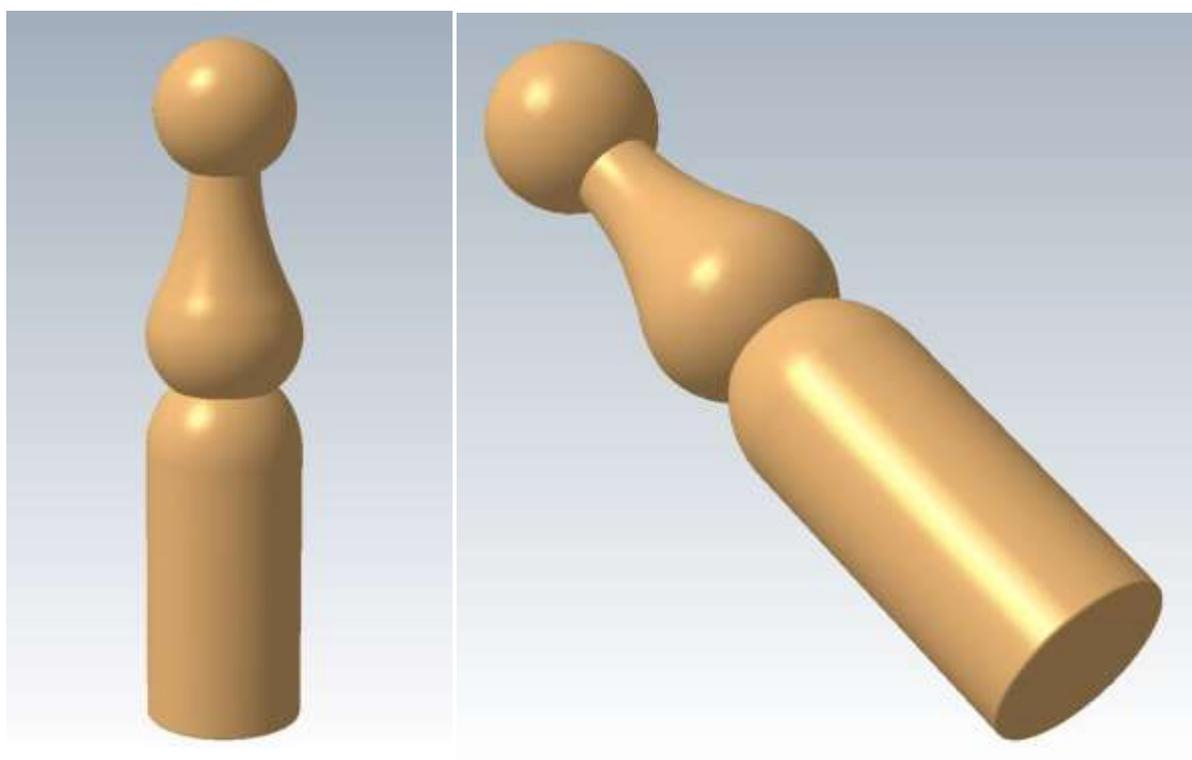
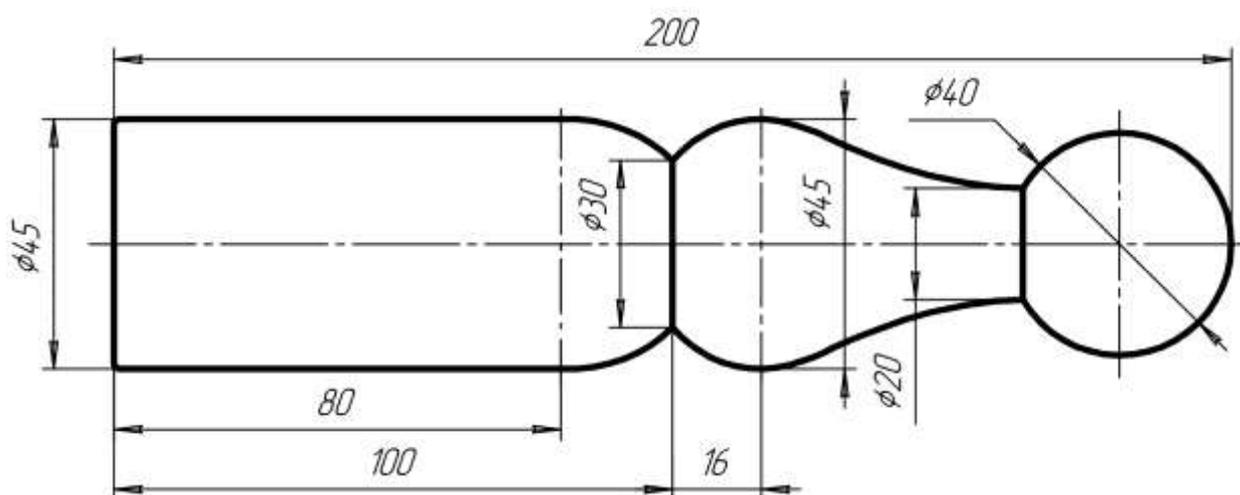

Рис. 1
Рис. 2
1. С помощью образца (Рис. 1) и чертежа (Рис. 2) изготовьте кеглю на токарном станке.